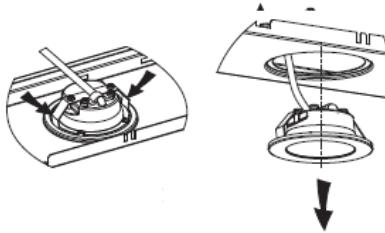

Рисунок 3
- Используя инструмент или руками, нажмите на пружинные зажимы с обеих сторон светодиодной лампы, чтобы вынуть лампу, затем аккуратно потяните провод освещения. См. рисунок 3.